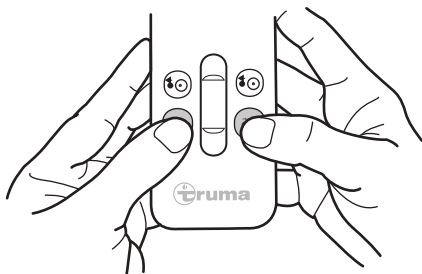

Fig. 15
- ▶ Til tilkobling af drivenhederne trykkes samtidigt på begge taster TILKOBLING , og disse holdes nede (Fig. 15). Efter 3 sekunders sikkerhedsforsinkel-se lyder der et signal og tilkoblingen af drivrullerne begynder.